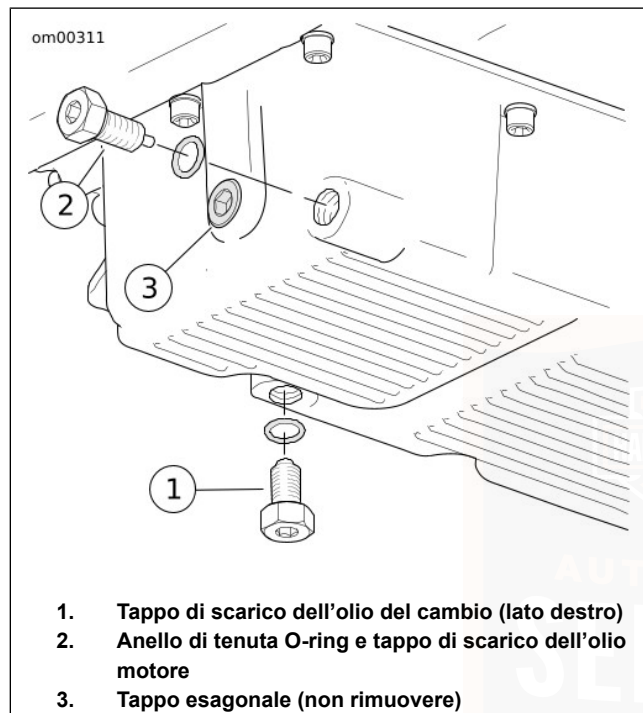

Figura 50. Coppa dell'olio
3. Vedere Figura 50. Togliere il tappo di scarico dell'olio (2). Non togliere il tappo esagonale (3) o il tappo di scarico dell'olio del cambio (1). Far defluire completamente l'olio.